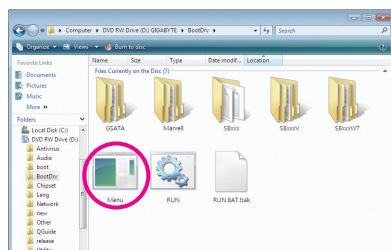
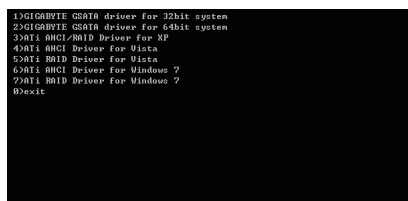

図 3
図 4
- 2: 光学ドライブフォルダから、**BootDrv**フォルダの **Menu.exe**ファイルをダブルクリックします (図3)。図4のようなコマンドプロンプトウィンドウが開きます。
- 3: 空のフォーマット済みディスクを挿入します。インストールするオペレーティングシステムによっては、メニューから対応する文字を押すことでコントローラドライバを選択し、<Enter>を押します。例えば、図4でメニューから。